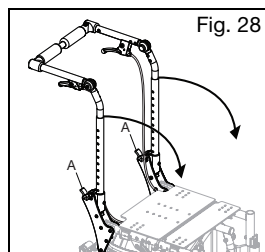

Fig. 28
1. Empuje las palancas (Fig. 28:A) hacia la parte delantera de la silla para desenganchar los pestillos. Si el asiento del espaldar está instalado, ambos pestillos deben desconectarse simultáneamente para permitir que se pliegue el espaldar.